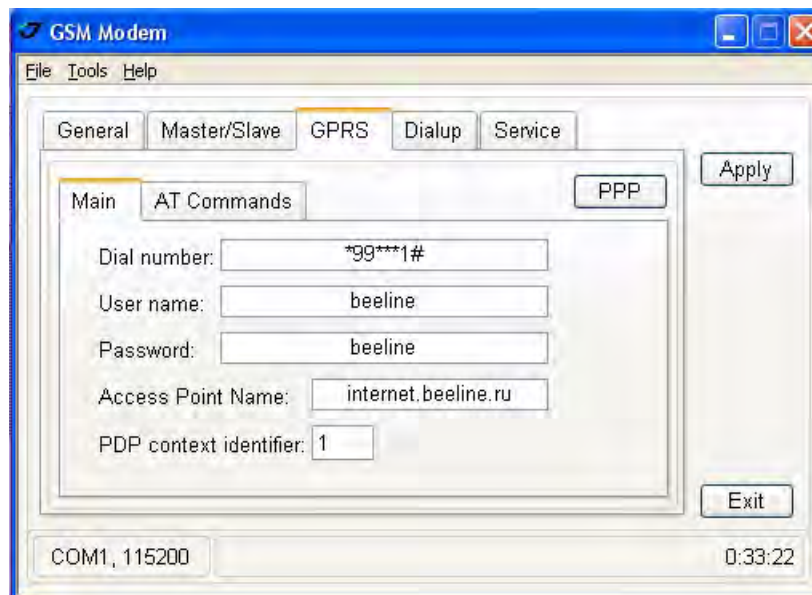

Рисунок 30. GPRS tab
2. В закладке *GPRS* необходимо ввести номер, имя пользователя и пароль, имя точки доступа и PDP контекстный идентификатор, чтобы установить GPRS соединение (Рис. 30 на стр. 46).